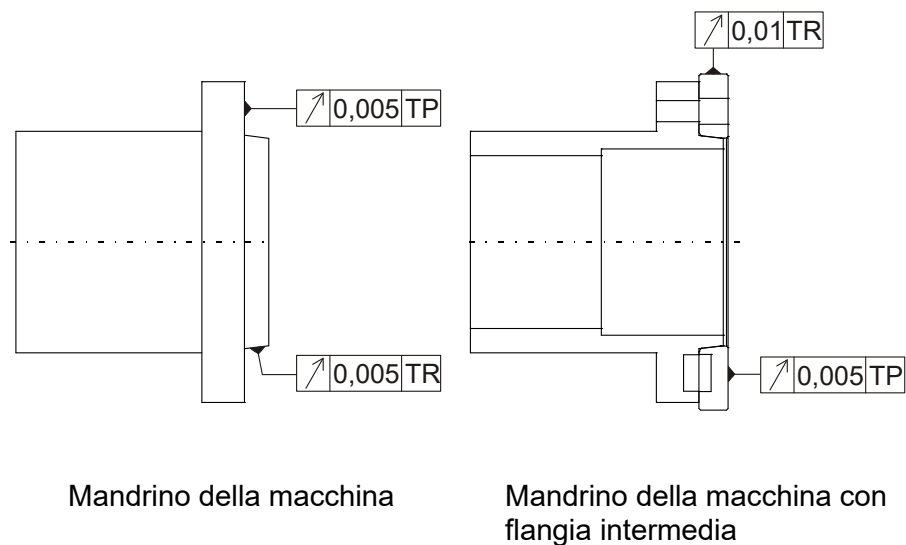

Fig. 3-2: Controllo dell'oscillazione radiale e assiale
- Passo 2** Portare il tubo di trazione (2) nella posizione più avanzata e avvitare l'adattatore (3), dopo aver cosparsa la filettatura con una pasta in rame per prevenire la formazione di ruggine/il grippaggio.
- Passo 3** Fissare la flangia intermedia (4) sul mandrino della macchina (se il mandrino di serraggio non è avvitato direttamente al mandrino della macchina) e controllare l'oscillazione radiale e assiale secondo la Fig. 3-2.
- Passo 4** Rimuovere la boccia di tenuta (1) dal mandrino di serraggio affinché in seguito (vedi passo 7) sia possibile svitare il dado scanalato (5).